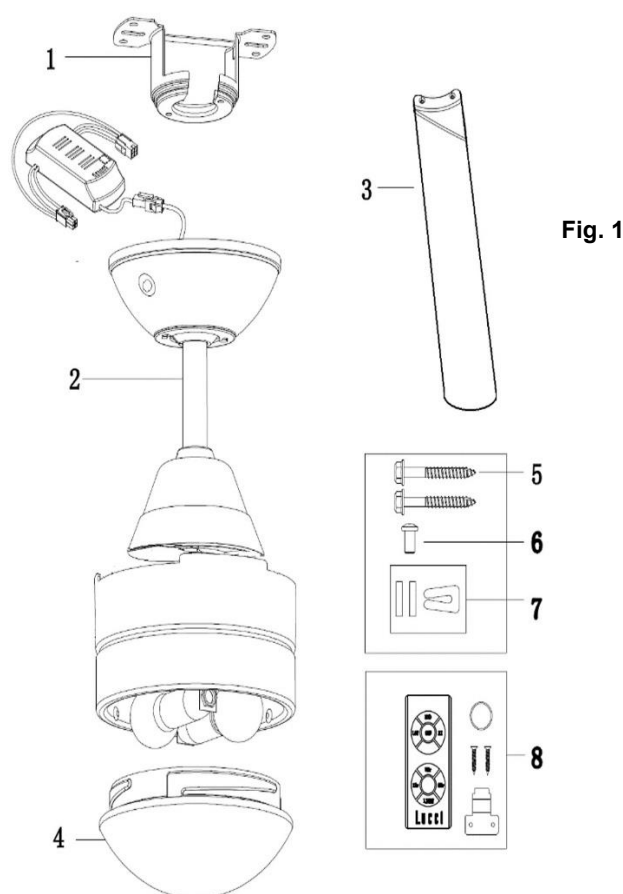

Fig. 1
- Retire a ventoinha da caixa e identifique cuidadosamente as peças. Por favor, consulte a Fig. 1.